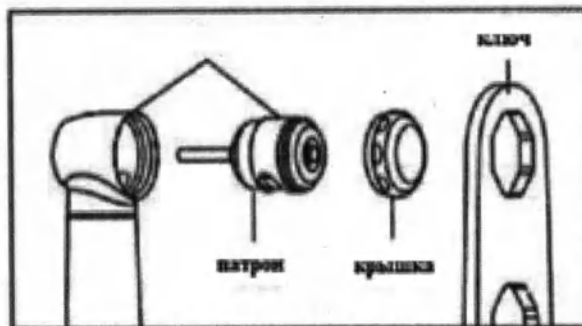

Рисунок 8
- Вставьте новый картридж в головку, совместив штифт картриджа с прорезью на головке (см. рисунок 8).